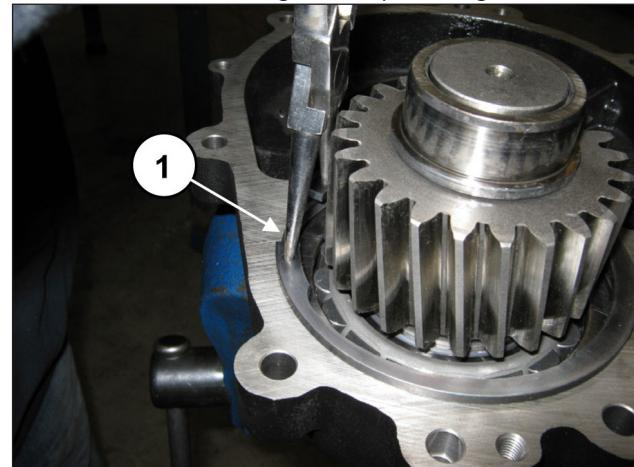

Fig. 88
Inserire in sede l'anello seeger Ø120 (pos. ①, Fig. 88).